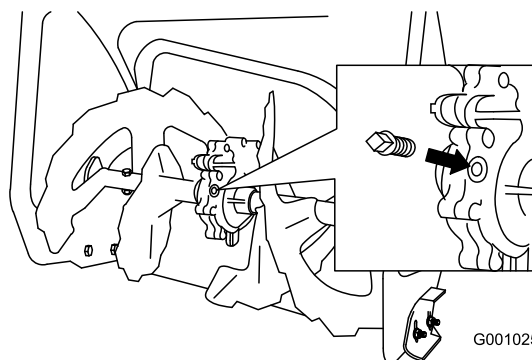

Figure 46
2. Nettoyez la surface autour du bouchon de tuyau (Figure 46).